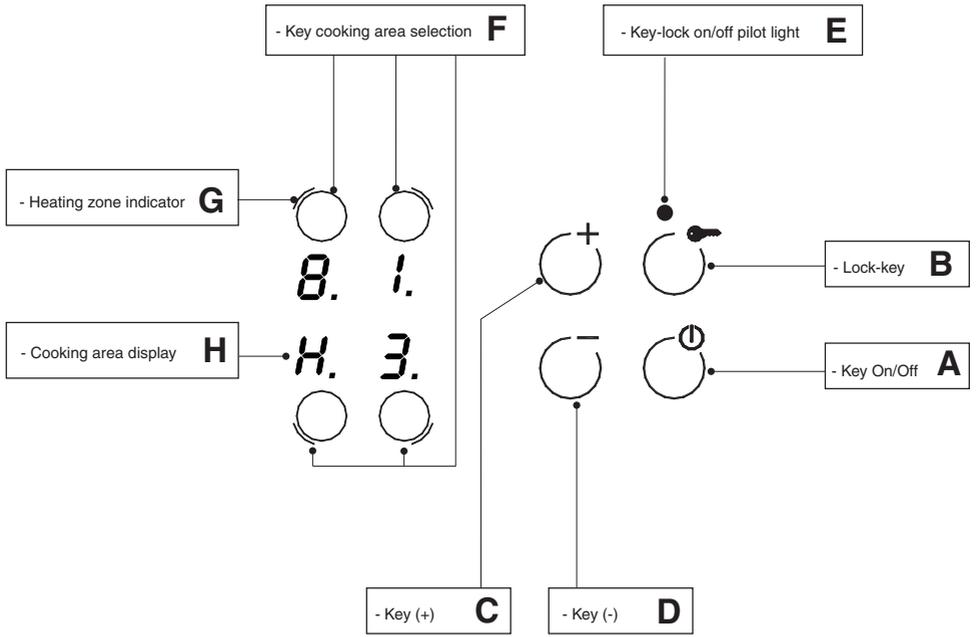

Fig.4
- Нагревательная плоскость может быть выключена прикосновением к старт-сенсору (Рис.4- 5- 6-7-8 А). В том случае, если все диски поставлены на «0», плоскость выключится через 10 секунд.
Когда плоскость вводится в положение **OFF** при температуре, превышающей 50°, загорается буква «H» напротив соответствующей клавиши (Рис.4- 5-6-7-8 H).